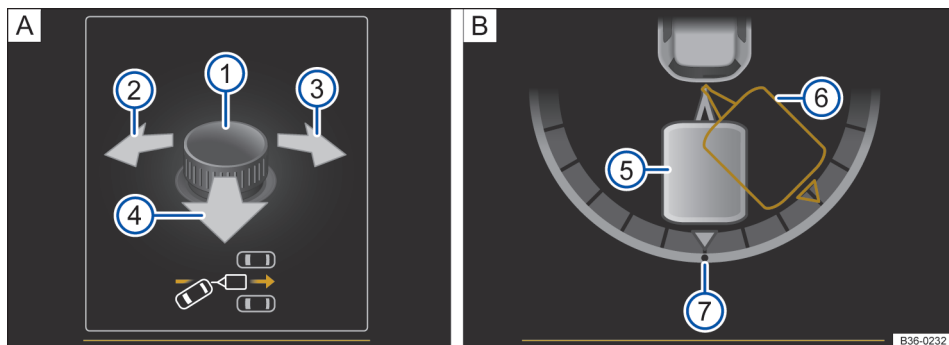

Fig. 159 No display do instrumento combinado, comandar o assistente de manobras do reboque: **A** ajustar ângulo; **B** Conduzir em marcha a ré.
Legenda para Fig. 159:
- Bascular o botão rotativo, até atingir a posição desejada. No display do instrumento combinado, para orientação, aparece uma representação do conjunto na posição atual → Fig. 159 **B**.